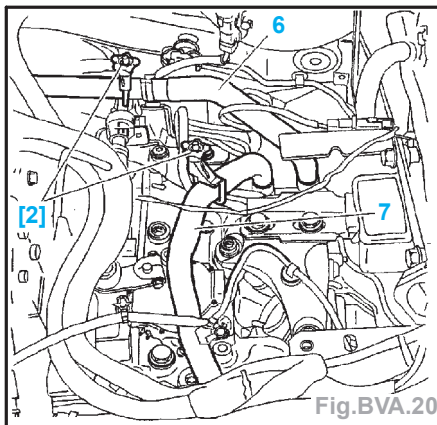

Fig. BVA.20
- le calculateur de direction assistée électrique (4).
- la batterie (1) et son bac à batterie (3),
- le boîtier filtre à air (5).
- A l'aide du jeu de pinces durits [2], pincer les durits (6) et (7) (Fig. BVA.20).